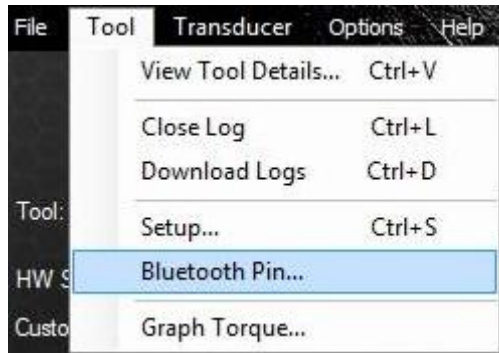

图 5.8-1: 蓝牙 Pin 按钮
2.在工具菜单中, 点击 “Bluetooth Pin” (图 5.8-1).